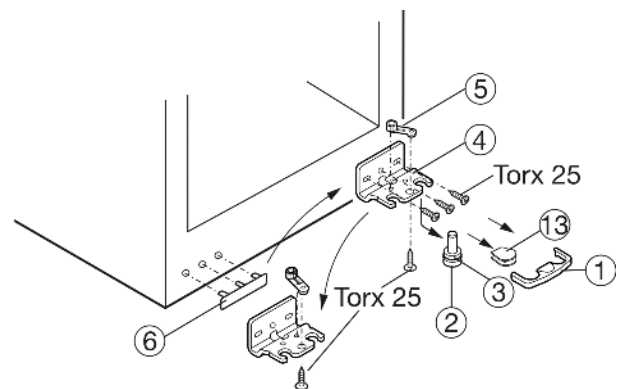

Fig. 4
- ▶ Enlever le dispositif Fig. 4 (1) d'arrêt en le tirant vers l'avant.
- ▶ Enlever le cache Fig. 4 (13) en le tirant vers le bas.*
- ▶ Enlever le pivot Fig. 4 (2) vers le bas et vers l'avant. Ce faisant, respecter la douille de charnière Fig. 4 (3).
- ▶ Dévisser la charnière Fig. 4 (4).
- ▶ Dévisser l'élément pivotant Fig. 4 (5) et le replacer dans le logement opposé de la charnière, le revisser ensuite.
- ▶ Retirer doucement le cache Fig. 4 (6) côté poignée et le repositionner sur le côté opposé.
- ▶ Revisser le support d'appui Fig. 4 (4) sur le nouveau côté de la charnière en utilisant une visseuse sans fil si nécessaire.
- ▶ Mettre le cache Fig. 4 (13) sur le côté opposé.*
- ▶ Le dispositif d'arrêt (1) doit s'enclencher latéralement sur la charnière afin de protéger les pivots d'appui et la porte.
- ▶ Replacer le dispositif d'arrêt (1) sur la charnière.
- ▶ Remettre en place la douille de charnière Fig. 4 (3).
- ▶ Aligner éventuellement la porte par rapport aux deux trous oblongs du support d'appui Fig. 4 (4) pour qu'elle affleure avec l'habillage de l'appareil. Pour cela, dévisser les vis centrales.